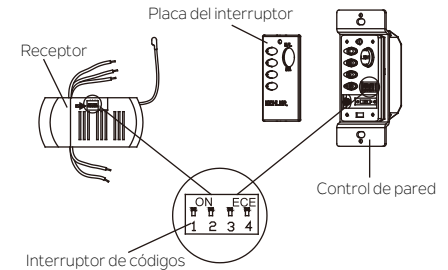

Fig. 13
Paso 1. Deslice los interruptores de código del receptor hacia arriba o hacia abajo con un bolígrafo pequeño (no está incluido). (Fig. 13)
Paso 2. Para configurar el código en el control de pared, use un destornillador plano pequeño y sáquelo suavemente de la parte superior o inferior de la placa del interruptor. Luego deslice los interruptores de código a las mismas posiciones establecidas en el receptor. (Fig.13)